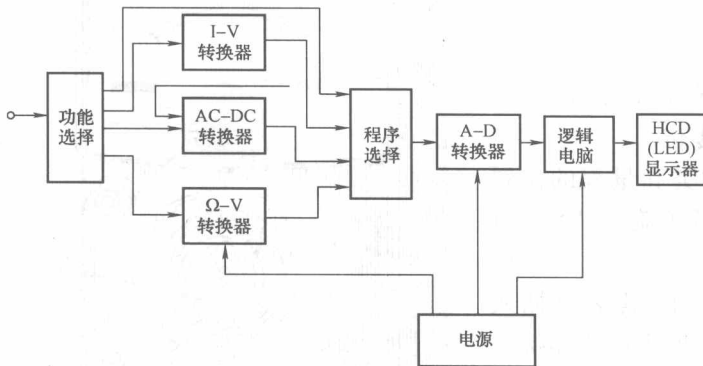

图 1-11 DT-181 型万用表的原理框图
(1) 工作原理。DT-181 型数字万用表的原理框图如图 1-11 所示。该表采用 7106 型单片 CMOS 的 A/D 转换器，由 9V 电池供电。测量直流电压时，被测电压经分压器衰减成 200mV 以下电压，然后送到 7106 输入端；测量交流电压时，被测电压先经分压器衰减成 200mV 以下电压，再经 AC/DC 转换器变成直流电压；测量交、直流电流时，都经分流器把电流信号转换成电压信号，所不同的是交流电流还需经 AC/DC 转换器转换；电阻测量通常采用比例法。